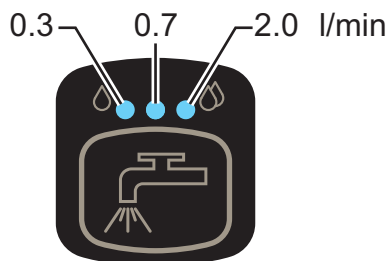

Figura 4
10. Reglați debitul de detergent apăsând butonul (43) după cum este necesar, în funcție de tipul de curățare care urmează a se efectua. Când LED-ul este aprins, acesta indică valoarea în litri pe minut a debitului de soluție livrat, în modul indicat în figura 4. Când LED-urile sunt stinse, debitul de soluție este oprit.